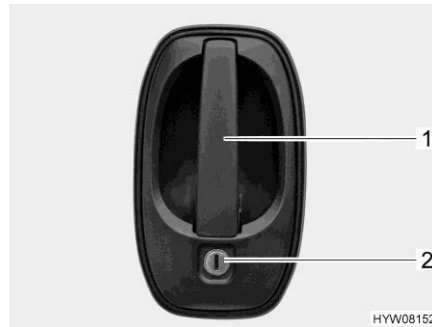

Fig. 62 Serratura della porta (porta conducente/porta di ingresso, lato esterno)
- Inserire la chiave nel cilindro della serratura (Fig. 62,2) e ruotare fino a quando la serratura della porta si sblocca.
- Tirare la maniglia della porta (Fig. 62,1). La porta è aperta.
- Inserire la chiave nel cilindro della serratura (Fig. 62,2) e ruotare fino a quando la serratura della porta si blocca.